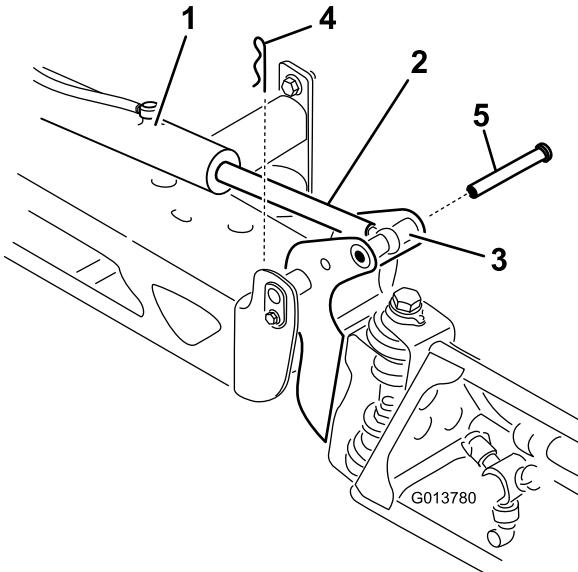

Figure 103
2. Retirez la goupille fendue de l'axe de pivotement (Figure 103).
- 3. Élevez la rampe et retirez l'axe (Figure 103), puis abaissez lentement la rampe au sol.
- 9. Tout en maintenant la rampe, insérez l'axe dans le pivot de rampe et la tige de vérin (Figure 103).